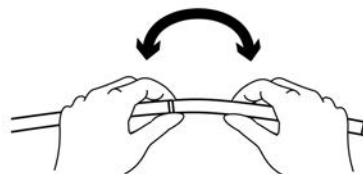

図2
- 6.受動湾曲部の両端を把持し、軽く曲げ、受動湾曲部が滑らかに曲がることを確認すること。（図2参照）